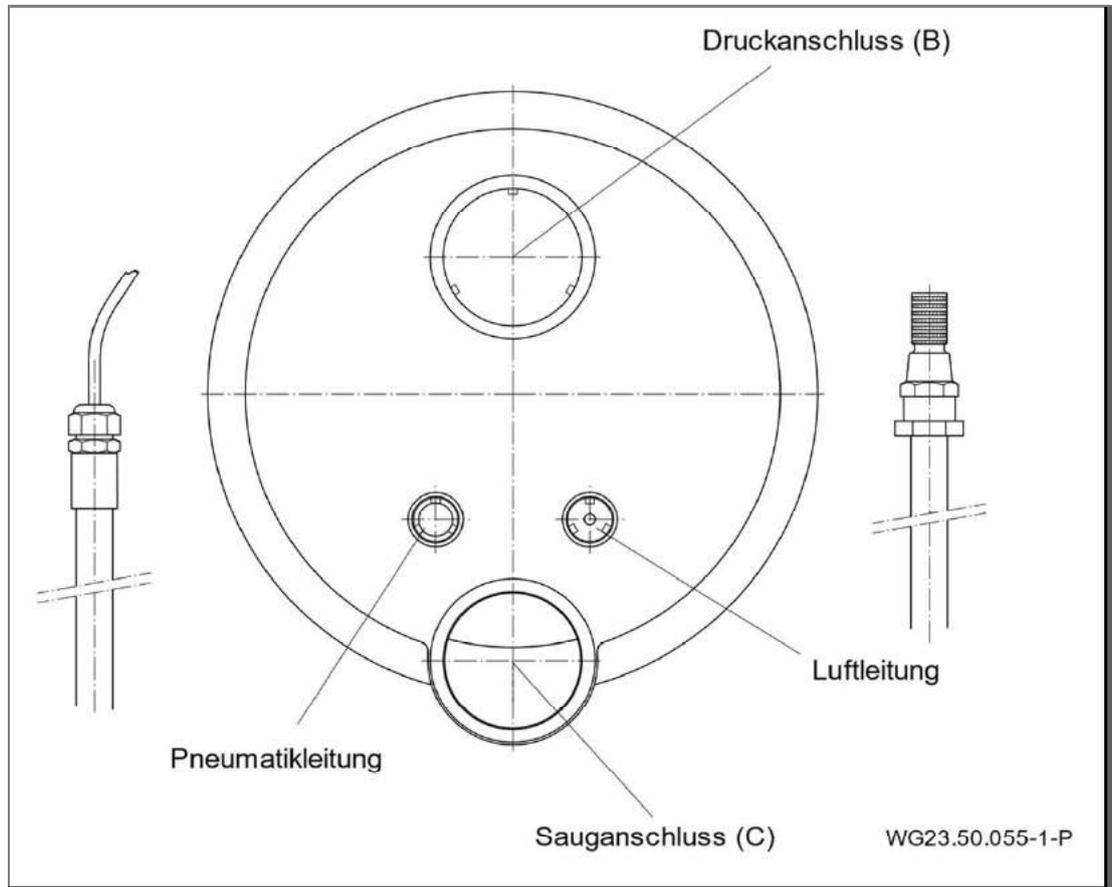

Abb. 15
1. Einkleben des Kabelschutzschlauches und des Luftleitungsschlauches. Siehe "Abb. 15" auf Seite 29
2. Düsengehäuse (102.1) am Einbaugesäß (1) ansetzen.
3. Pneumatikschlauch durch den Schutzschlauch führen und mit der Kabelverschraubung (20) abdichten.
4. Luftleitung mit der Klemme (8) am werkseitig montierten Luftregler (21) befestigen.
5. Düsengehäuse (102.1) mit vier Schneidschrauben (61) am Einbaugesäß (1) befestigen.
6. Jet-Pumpe (92) mit der halben Verschraubung (98, 99, 100), dem Gummiwinkel (79) und den dazugehörigen Klemmen (75) saug- und druckseitig am Einbaugesäß anschließen.